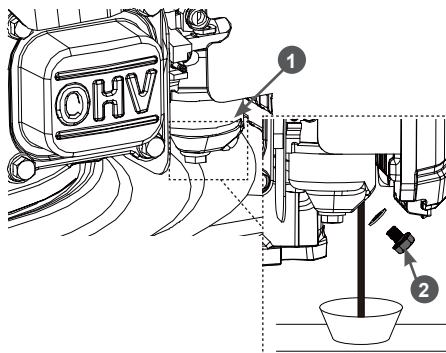

Рис. 19. Слив топлива из карбюратора
2. Открутите болт 2 сливного отверстия и слейте топливо из поплавковой камеры карбюратора (Рис. 19).